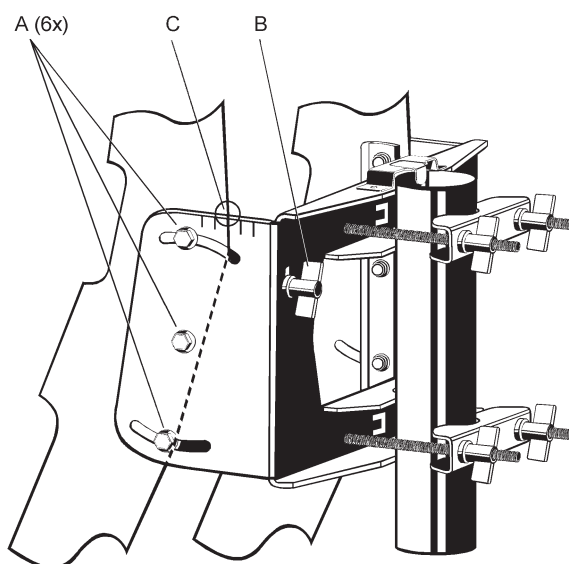

Fig. 10
7. Positionnement de l'antenne (Fig. 10)